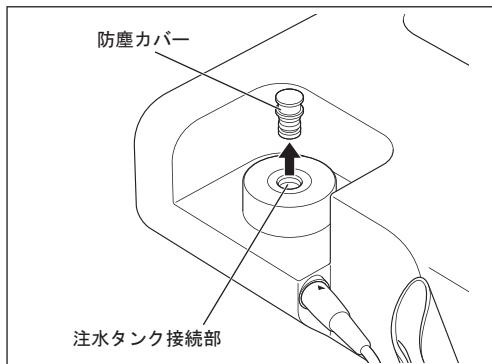

図12
- 1) 注水タンク接続部の防塵カバーを取り外します（図12）。